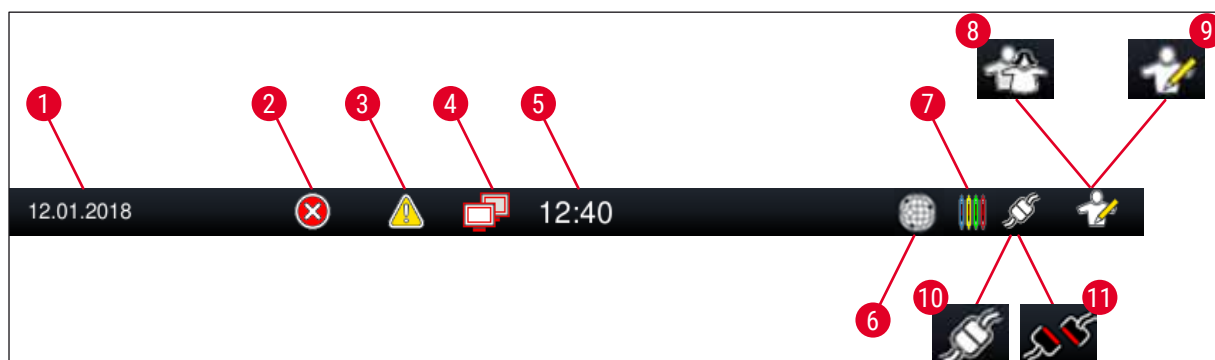

Fig. 16
4. Starea actuală a utilizatorului este afișată cu simbolul respectiv în rândul de stare din dreapta sus (→ "Fig. 16").